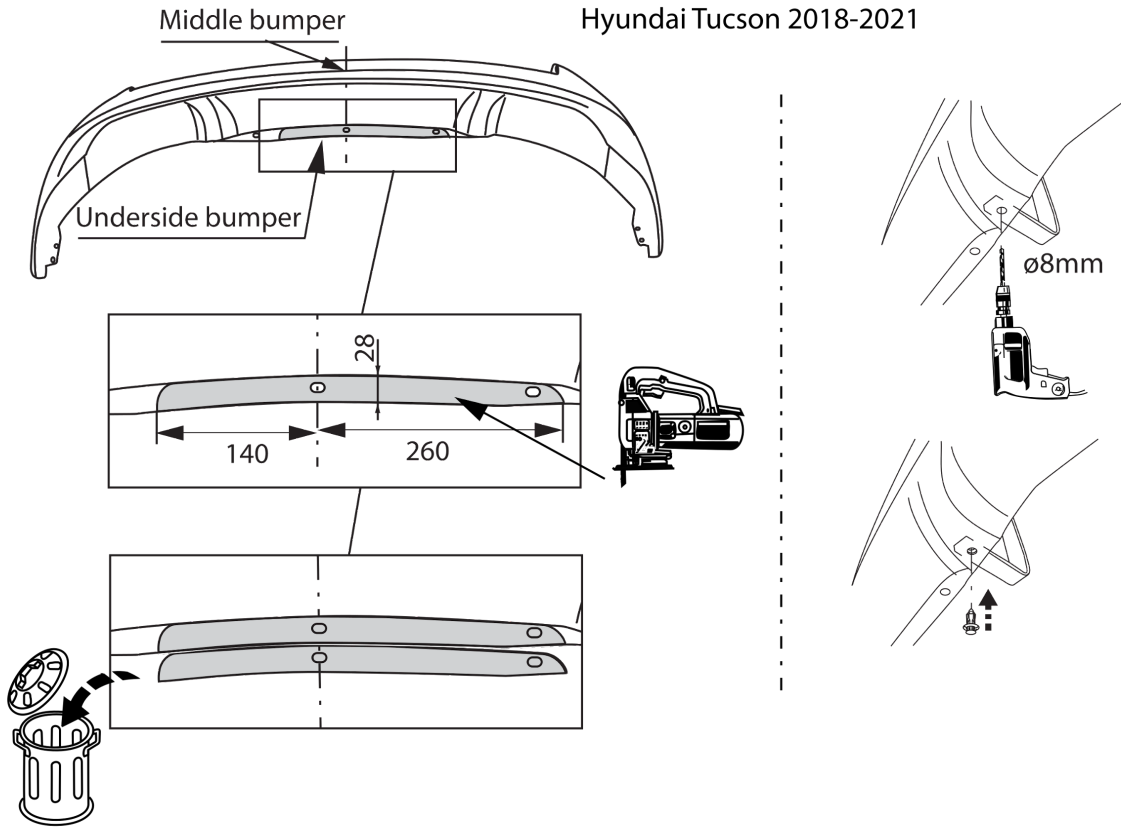

Fig. 4
11. Выпилить часть из бампера в середине снизу, как указано на рис. 4 & 5 & 6.